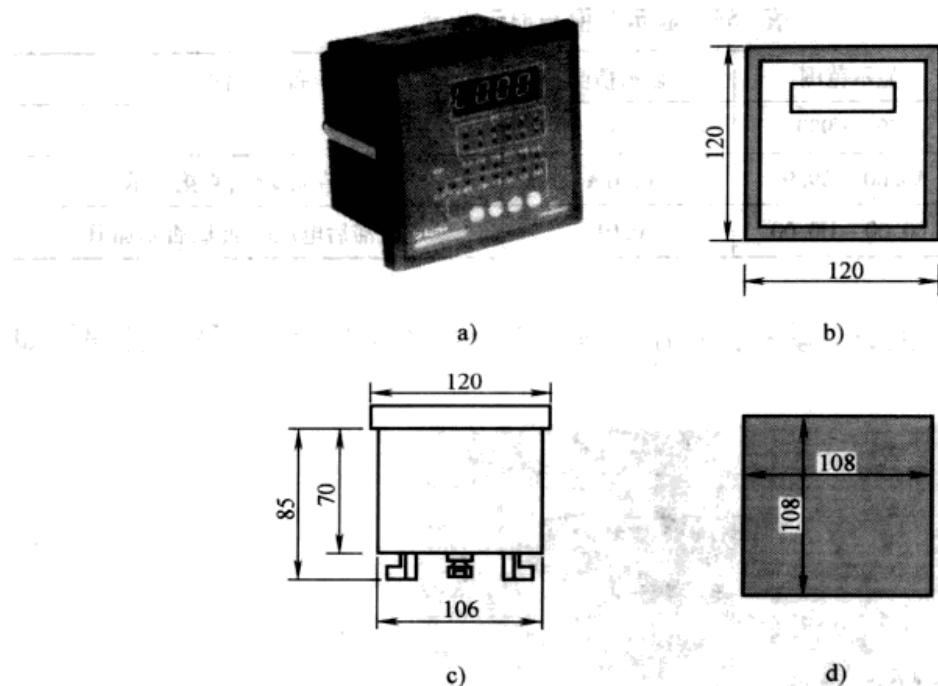

图 325 ARC 系列功率因数自动补偿控制仪
(1) 型号说明
(2) 使用条件
- ① 海拔高度不超过 2500 米。
- ② 周围环境温度为 $-25^{\circ}\text{C} \sim 60^{\circ}\text{C}$, 24 小时的平均温度不高于 40°C 。
- ③ 空气的相对湿度在 25°C 时不大于 85%。
- ④ 周围环境无腐蚀性气体，无导电尘埃，无易燃易爆介质存在。
- ⑤ 工作的电网电压波动幅度不得大于 $\pm 20\%$ 。
- ⑥ 安装地点无剧烈震动、无雨雪侵蚀。
(3) 外形与安装尺寸（见图 325）